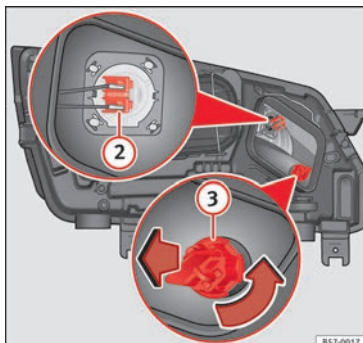

Fig. 108 Dans le compartiment moteur : ampoule des feux de route ② et ampoule clignotante ③.
3. Appuyez sur le connecteur » fig. 108 ② vers la gauche ou la droite et tirez.
3. Tournez le support d'ampoule » fig. 108 ③ vers la gauche puis tirez.